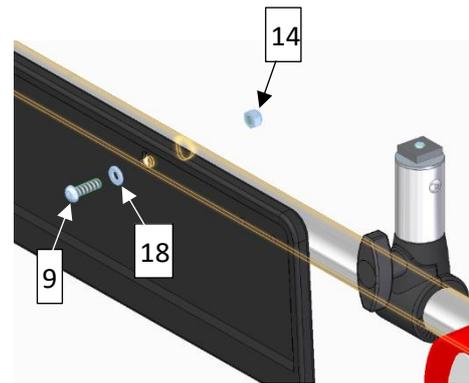

Abbildung 5
Zuerst wird die Kennzeichen-Halterung (5) an die vormontierte Beleuchtungsleiste (1) geschraubt. Verwenden Sie dazu die zwei Linsenkopfschrauben M6 x 20 mm (9), die Sechskantmutter (14) und Unterlegscheiben (18), um die Kennzeichen-Halterung gemäß Abbildung 5 zu montieren. Achten Sie darauf, dass die Montage symmetrisch erfolgt.